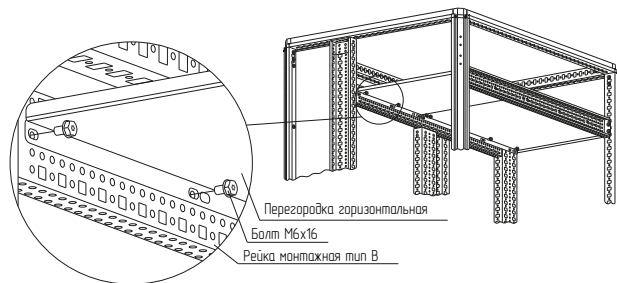

Рисунок 1
– вариант 1. Расположить перегородку горизонтальную для распределительных шин между рейками монтажными тип В и закрепить болтами самонарезающими М6×16 (рисунок 1). Момент затяжки – 7 Н·м. Болты приобрести отдельно;